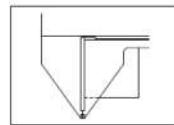

рис. 3
- Горизонтальный штангензубомер установлен на ноль (рис.3). Закройте горизонтальные нониусные зажимы и нажмите кнопку "0", чтобы установить ноль.